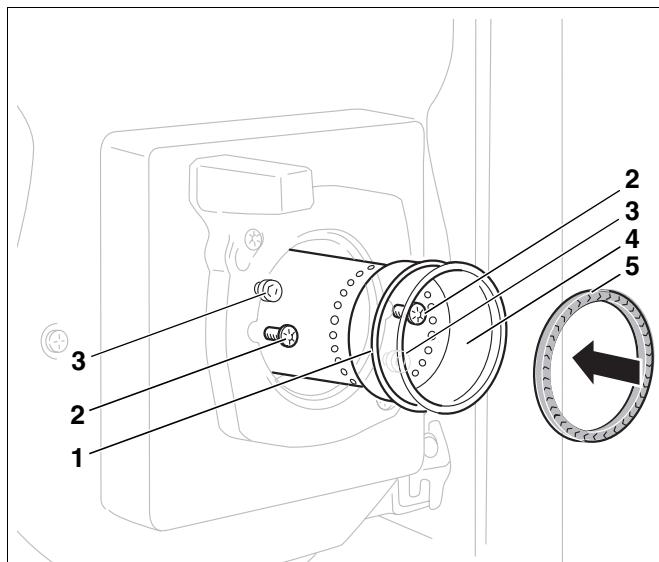

Рис. 32 Замена трубы горелки и проверка уплотнения для горелок от 17 до 45 кВт
- Открутить оба винта крепления (рис. 32, **поз. 2**).
- Установить новую трубу (рис. 32, **поз. 4**) и кольцо (рис. 32, **поз. 1**).
- Перед установкой горелки нужно проверить уплотнение (рис. 32, **поз. 5**) между смесительной системой и трубой горелки.
- Для горелок от 17 до 45 кВт уплотнение (рис. 32, **поз. 5**) вставляется в трубу горелки.
- Надеть горелку на оба болта на фланце (рис. 32, **поз. 3**, стр. 36).
- Повернуть влево до упора и затянуть крепежные винты (рис. 32, **поз. 2**, стр. 36).